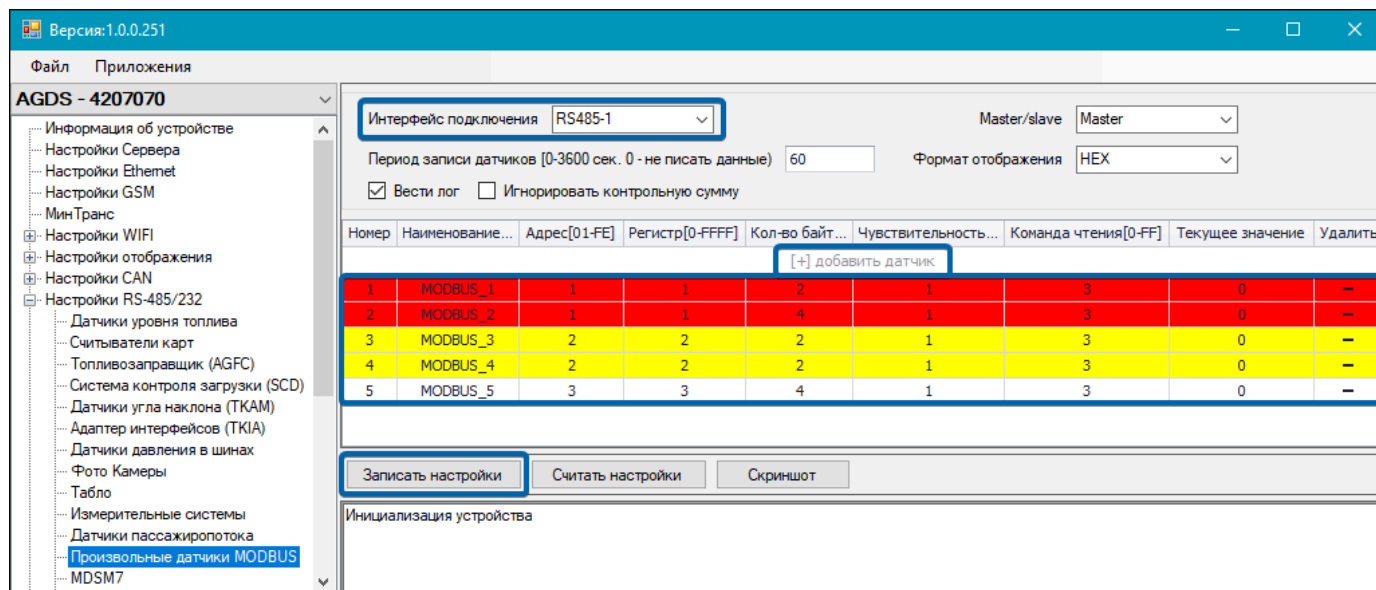

Рис.88. Рабочая область пункта «Произвольные датчики MODBUS»
2. Выберите в списке программы-конфигуратора пункты Настройки RS-485/232 | Произвольные датчики MODBUS (Рис.88).